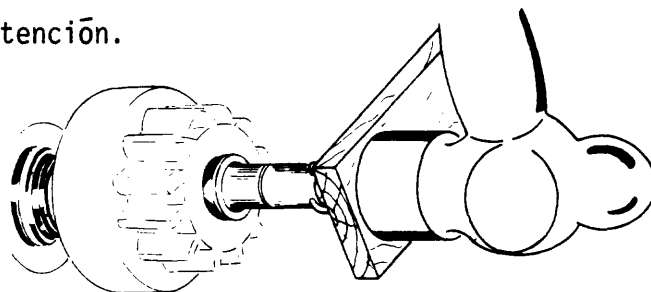

Fig. 2
- 1 Utilice un trozo de madera para forzar la entrada del anillo de retención en el extremo del eje (fig. 2).